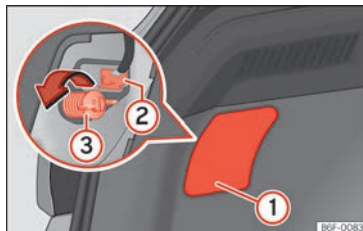
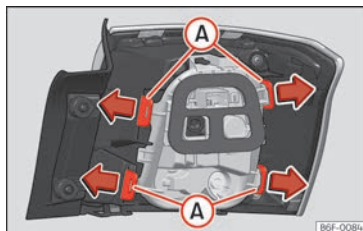

Abb. 170 Gepäckraum: Zugang zur Befestigungsschraube der Heckleuchte.
Abb. 171 Befestigungslaschen Rückseite Heckleuchte.
- Hebeln Sie die Abdeckung an der Aussparung mit dem flachen Teil des Schraubendrehers ab »» (Abb. 170) ①.
- Ziehen Sie den Stecker der Leuchte ② ab.
- Schrauben Sie mit der Hand oder mit Hilfe eines Schraubendrehers die Befestigungsschraube der Leuchte ③ heraus.
- Bauen Sie den Lampenträger aus, indem Sie die Befestigungslaschen »» (Abb. 171) A entriegeln.